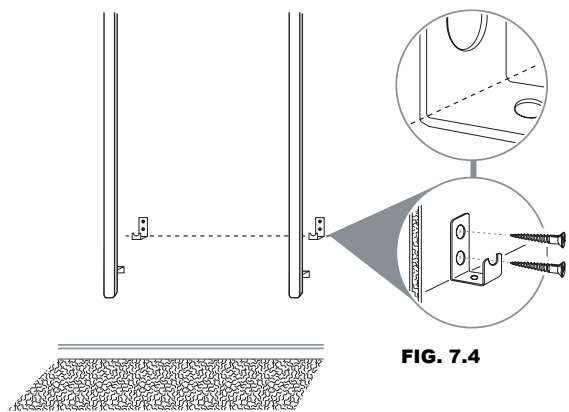

FIG. 7.4
- Alinee la parte inferior interior del gancho en L con la línea de nivel en la pared y marque los lugares en donde se van a hacer los orificios. Fije (2) ganchos en L a la pared usando tornillos N° 8 de 1 1/2 pulg. (Fig. 7.4). Use los anclajes de pared plásticos que se proporcionan si no cuenta con ningún poste.
- Vuelva a colocar el estante inferior (E)
- Fije el estante inferior (E) en las grapas verticales y los ganchos en L de la barra de soporte vertical (D) usando tornillos N° 4 de 3/4 pulg.